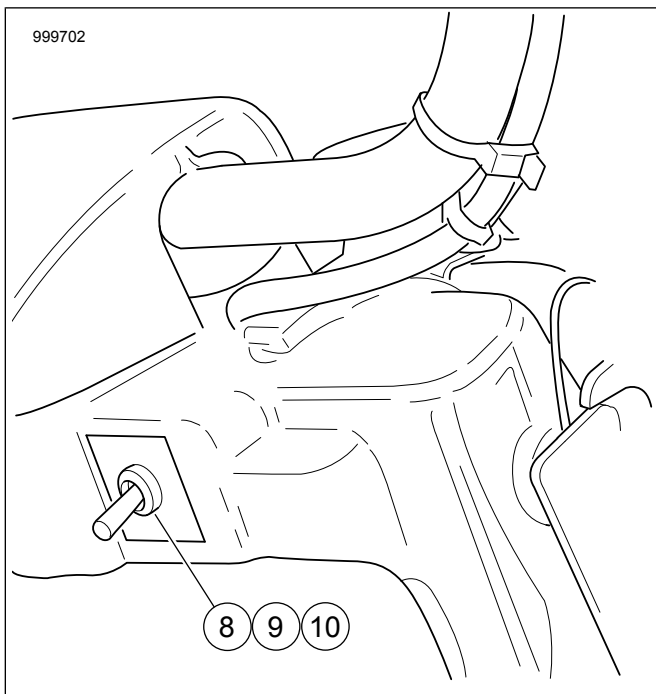

Figure 6. Emplacement du commutateur sans carénage
a. Voir la Figure 6. Installer l'écrou (8), l'étiquette (9) et le commutateur (10) dans le trou d'accès de droite.
b. Brancher le faisceau situé sous la nacelle du phare sur l'interrupteur (10). Consultez le manuel d'entretien.